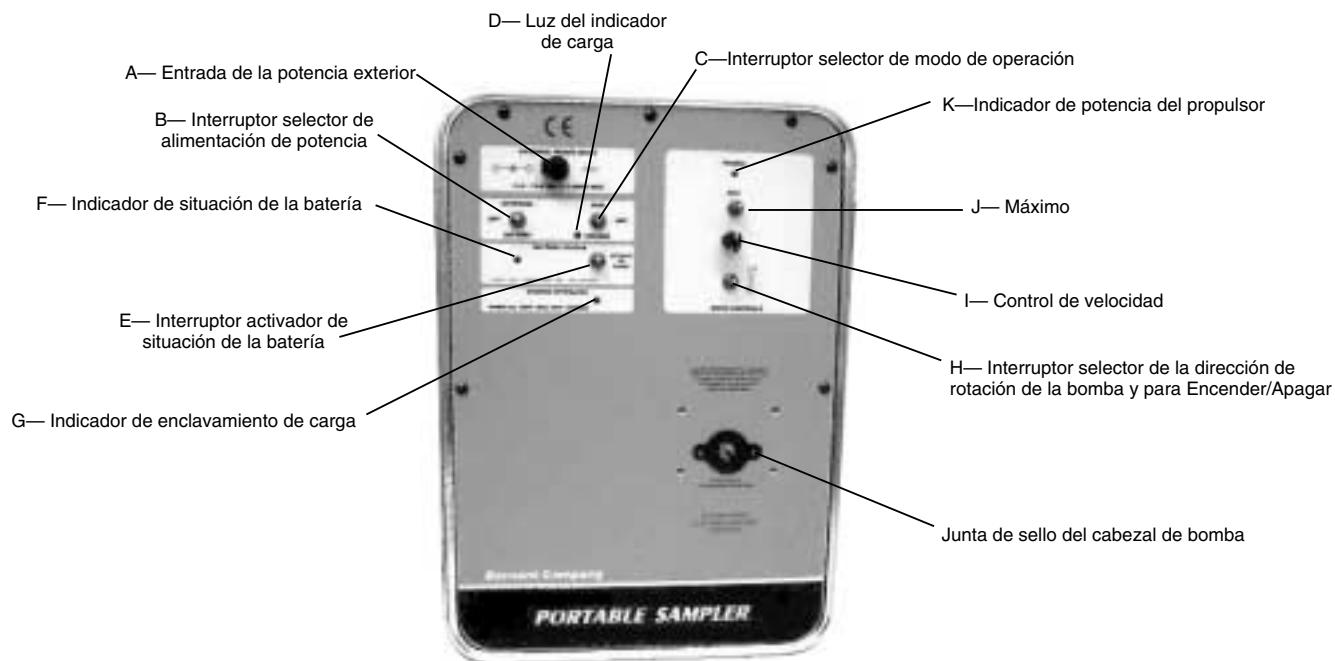

FIGURA 1 TABLERO DE CONTROL
- A. Conecte el convertidor de corriente CA/CC provisto al propulsor levantando la tapa del receptáculo de ENTRADA DE POTENCIA EXTERIOR (A) e introduciendo la clavija coaxial de corriente de 2,5 mm en el receptáculo. (Vea la Figura 1.)
- A. Ponga el interruptor selector de alimentación de potencia (B), (EXTERNAL/BATTERY) en la posición “BATTERY”.
- B. Ponga el interruptor selector del modo de operación (C), (RUN/CHARGE) en la posición “RUN”.
- C. Haga una selección en el Interruptor selector de dirección de rotación On/Off (H), DER o IZQ. (Vea la Figura 1.) (Para cambiar la dirección, primero desconecte la potencia poniendo este interruptor en la posición central [OFF]).
- D. Ajuste el caudal de la bomba con el Control de velocidad (I) de una vuelta, girando la perilla a la derecha para aumentar el caudal, o a la izquierda para reducirlo.
- E. Para “Cesar el tubo”, mueva el Interruptor “MAX” (J), hacia arriba o hacia abajo, para que la bomba funcione a la máxima velocidad.
- B. Ponga el interruptor selector de modo de operación (C), (RUN/CHARGE) en la posición “RUN”.
- A. Ponga el interruptor selector de alimentación de potencia (B), (EXTERNAL/BATTERY) en la posición “EXTERNAL”.
- A. Conecte el convertidor de corriente CA/CC provisto al propulsor levantando la tapa del receptáculo **ENTRADA DE POTENCIA EXTERIOR (A)** e introduciendo la clavija coaxial de corriente de 2,5 mm en el receptáculo. (Vea la Figura 1.)
- B. Conecte el convertidor/alimentador de corriente CA/CC a una alimentación de corriente alterna. Ponga el selector de alimentación de potencia interruptor (B), (EXTERNAL/BATTERY) en la posición “EXTERNAL”.
- C. Ponga el interruptor selector del modo de operación (C), (RUN/CHARGE) en la posición “RUN”.
- D. Haga una selección en el Interruptor selector de dirección de rotación On/Off (H), DER o IZQ. (Vea la Figura 1.) (Para cambiar la dirección, primero desconecte la potencia poniendo este interruptor en la posición central [OFF].)
- E. Ajuste el caudal de la bomba con el Control de velocidad (I) de una vuelta, girando la perilla a la derecha para aumentar el caudal, o a la izquierda para reducirlo.
- F. Para “Cebar el tubo”, mueva el Interruptor “MAX” (J), hacia arriba o hacia abajo y sujetelo en esa posición, para que la bomba funcione a la máxima velocidad.